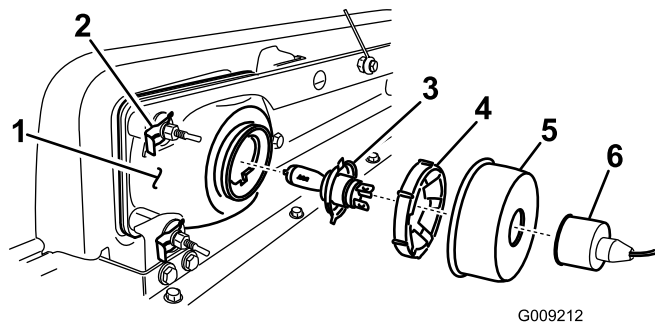

Figura 31
2. Retire a cobertura de borracha (Figura 31).
2. Retire o conjunto do farol movendo-o para a frente através da abertura no pára-choques dianteiro (Figura 31).
3. Instale o novo farol através da abertura no pára-choques (Figura 31).